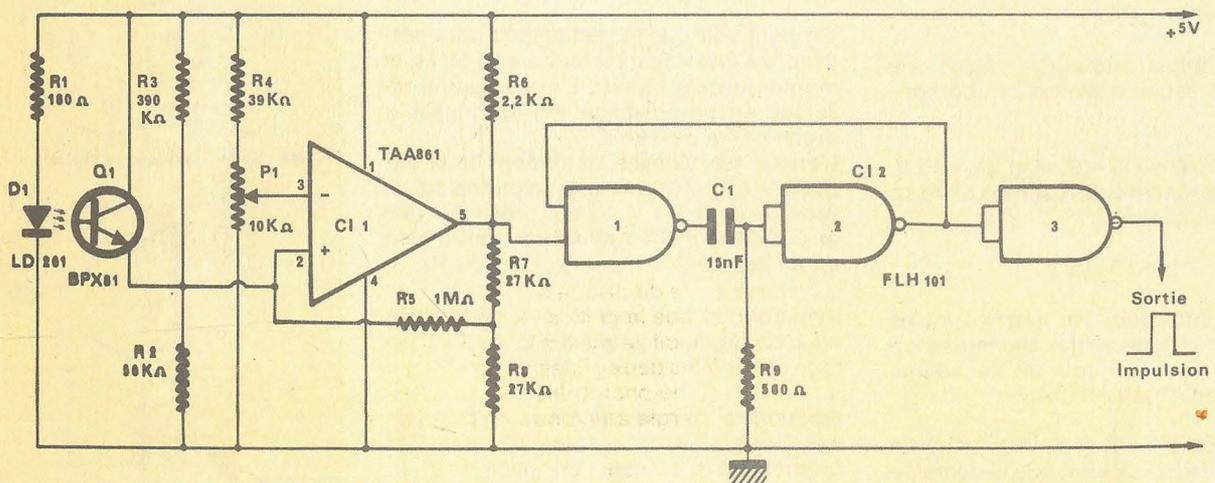
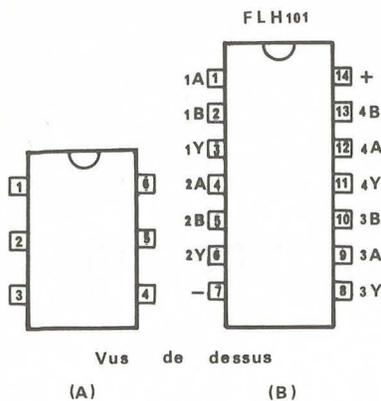

Figure 7
Figure 9
A la **figure 7** on donne le schéma de l'appareil. On y trouve un condensateur, 9 résistances, un potentiomètre, une diode LED LD 261 - III, le phototransistor BPX 81, un circuit intégré amplificateur opérationnel TAA 861, trois éléments NAND faisant partie d'un circuit intégré logique FLH 101 qui en contient quatre, tous à deux entrées de commande.
On trouve sur le TAA 861, cinq broches montées de la manière suivante : 1 au + alimentation ; 2, entrée non inverseuse, 3, entrée inverseuse, 4, à la ligne négative de masse 5, sortie du signal amplifié (**figure 9 (1)**).
Il n'y aura aucune difficulté pour réaliser le montage de la partie électronique représentée par le schéma de la figure 7. Indiquons toutefois que le boîtier du CI-TAA 861 est à six broches comme représenté à la figure 9 (A).
En (B) de la même figure, on donne le brochage du quadruple NAND FLH 101 (équivalent au 7400). Il est monté en boîtier à 14 broches. L'alimentation se branche avec le + à la broche 14 et le - à la broche 7 (non représentée sur le schéma de la figure 7).
En (C) figure 9 on a représenté un élément NAND. Les entrées sont désignées par A et B (permutables) et la sortie par Y. Ainsi, l'élément 1 du schéma pourrait être celui à entrées 1A et 1B et la sortie 1Y, ou tout autre parmi les autres éléments NAND disponibles.
Les impulsions de sortie ont une amplitude de 4 V. Elles sont positives comme on peut le voir sur le schéma de la figure 7.